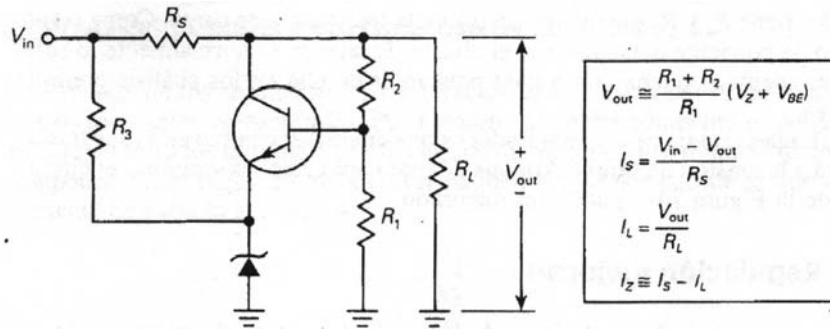

figura 4 - Regulador em paralelo com tensão de saída maior
2. O Regulador em paralelo da figura 4 tem os seguintes valores: $V_{in}=15V$, $R_s=10\Omega$, $V_Z=6,2V$, $V_{BE}=0,81V$ e $R_L=40\Omega$. Se $R_1=750\Omega$ e $R_2=250\Omega$, quais são os valores aproximados da tensão de saída, corrente de entrada, corrente na carga e corrente de colector?
6. Se se montar e experimentar o regulador paralelo da figura 4, obtêm-se as seguintes medições: $V_{NL}=9,91V$, $V_{FL}=9,81V$, $V_{HL}=9,94V$ e $V_{LL}=9,79V$.